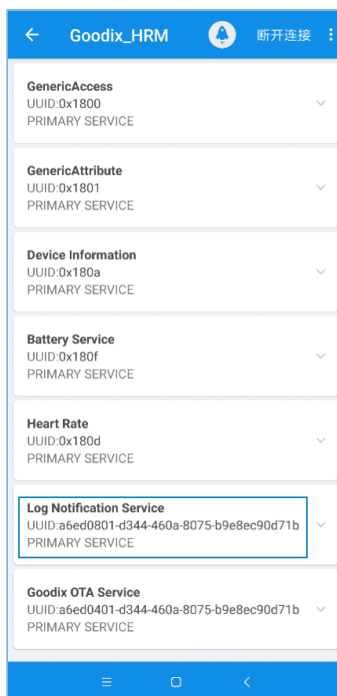

图 3-3 GRToolbox连接开发板后发现LNS服务
1. 在手机端使用GRToolbox连接该开发板之后，可以发现LNS服务“Log Notification Service”，如图 3-3所示。